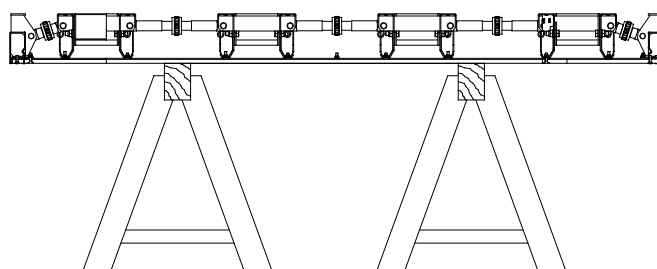

Abb. 6.1
Für die Einstellung der erforderlichen Radien werden die im geraden Zustand angelieferten Radius-Schalelemente mit dem Kran auf zwei Böcken abgelegt (Abb. 6.1). Falls die gewünschte Schalungseinheit aus mehreren Einzelementen besteht (aufgestockte Schalung), empfehlen wir die Aufstockarbeiten immer vor dem Rundungsvorgang auszuführen.
- Die Auflagerprofile der Böcke sollten, wie dargestellt, parallel zu den Aussteifungsprofilen der Schalelemente verlaufen (Abb. 6.1).